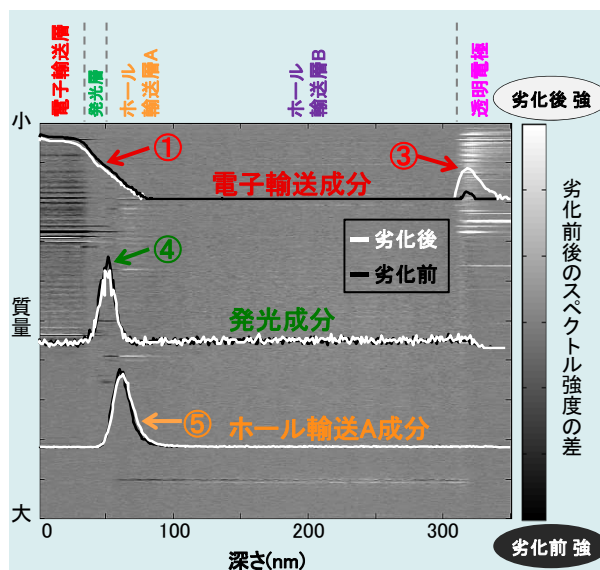

図2 MSDMとデプスプロファイルの重ね合わせ
■ 図2に、電子輸送成分・発光成分・ホール輸送成分Aのデプスプロファイルを重ね合わせた結果を示します。デプスプロファイルにおいても①③④⑤と同様の結果が得られていることがわかります。